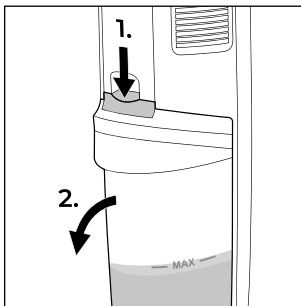

Abb. 20
1. Drücken Sie den Knopf über dem Schmutzbehälter **2** nach unten (siehe Abb. 20). Halten Sie den Griff des Schmutzwasserbehälters **2**, während Sie den Knopf hinunter drücken.
2. Ziehen Sie den Schmutzwasserbehälter **2** nach vorne aus dem Gerät (siehe Abb. 20).